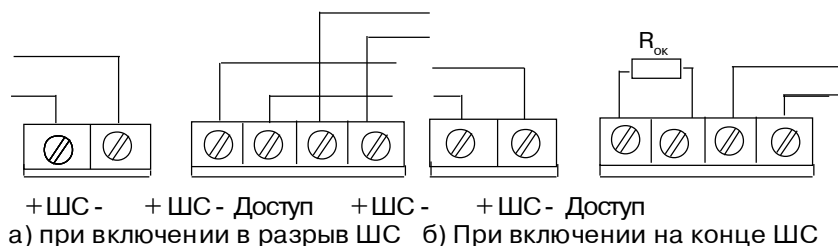

Рис.4
- выполните соединения согласно рис.4;
1. Без дополнительной настройки можно включать в ШС ПКП типа: “Ладога” - до 3 извещателей, “Дюна-1” - до 2 извещателей, “Сигнал-ВК” - до 4 извещателей, “Нота” - до 3 извещателей. Схема подключения приведена на рис.4.